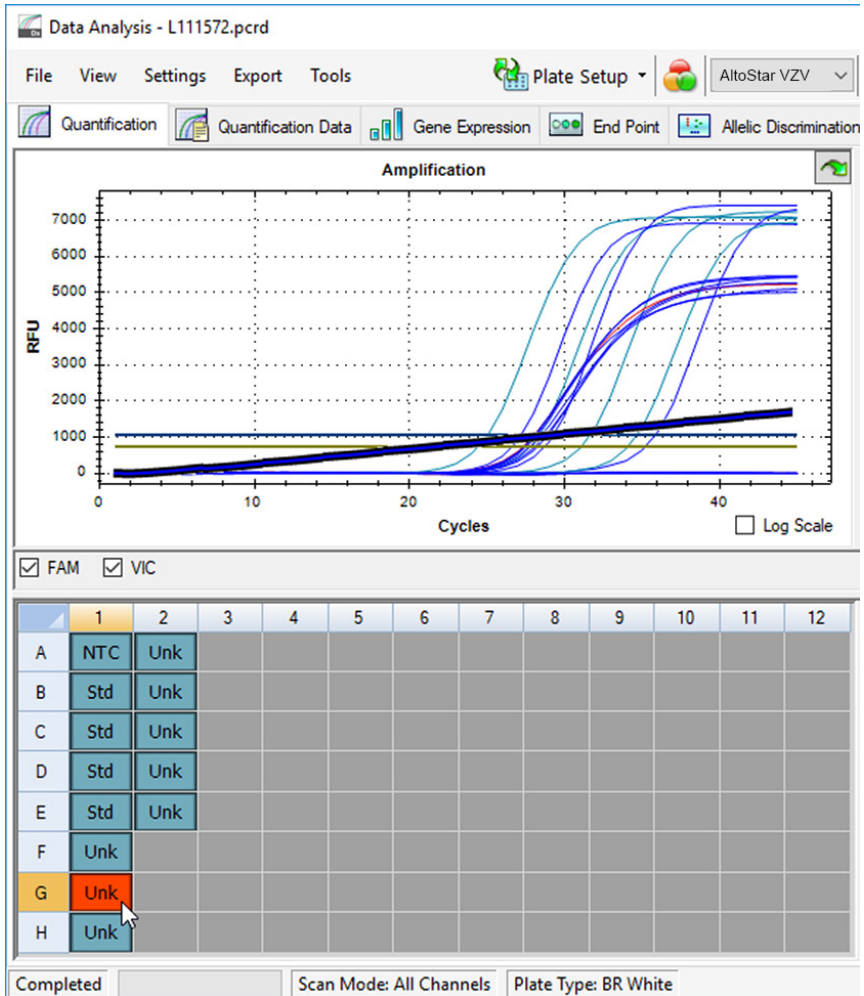

Abb. 6: Fenster Data Analysis (Datenanalyse): irreguläres PCR-Signal
- Identifizieren Sie Wells mit irregulären PCR-Signalen (lineare Signalzunahme, Signalspitzen usw.) in den Detektionskanälen FAM™ (VZV-Ziel) und VIC™ (IC) (siehe Abbildung 6).